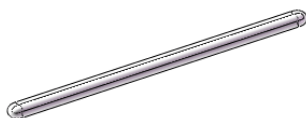

图 13.2.28 拉伸—切除 1
Step9. 创建图 13.2.28 所示的拉伸—切除 1。